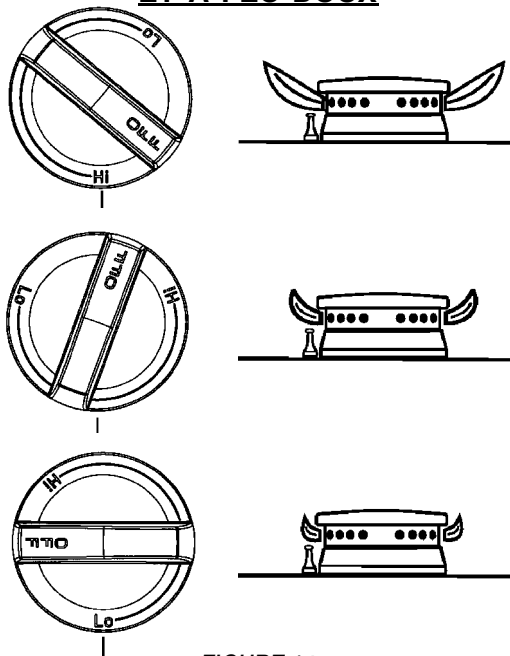

FIGURE 14
Une fois les étapes de conversion A, B et C terminées, comparer l'apparence de la flamme à plein feu et à feu doux de chaque brûleur à celles de la figure 14. Si elle semble trop longue ou trop courte, revérifier que chaque étape a été effectuée correctement.
- Commencer à la position GPL (voir le n° 5, page 9, sous C. RÉGLAGE DE LA FLAMME À FEU DOUX) et tourner la vis de réglage dans le sens anti-horaire jusqu'à ce qu'elle se stabilise et qu'elle ressemble à la flamme du réglage " feu doux " de la figure 14. Un brûleur correctement réglé produit une flamme bleue stable d'une longueur minimum. Vérifier le réglage en passant le bouton du plein feu au feu doux et vice versa à plusieurs reprises. La flamme ne doit pas s'éteindre.
Une fois les étapes A, B et C de la conversion terminées, vérifier l'apparence de la flamme de chaque brûleur à feu doux (Lo) et à plein feu (Hi) contre la figure 14. Si la flamme paraît trop grande ou trop petite, s'assurer que chaque étape a été effectuée correctement.